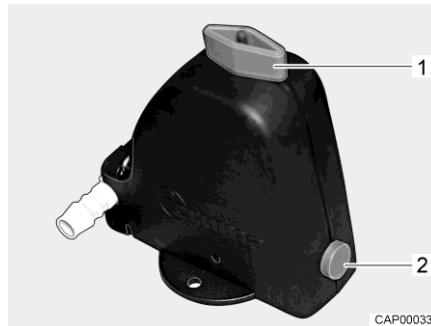
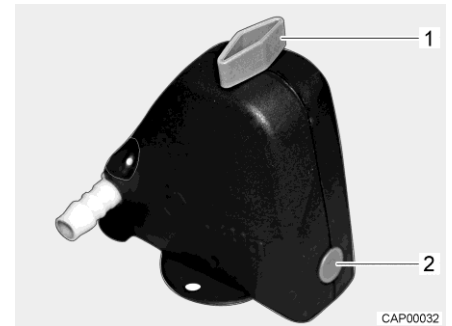

Bild 116 Säkerhets-/avtappningsventil öppen
Bild 117 Säkerhets-/avtappningsventil stängd
- Stäng säkerhets-/avtappningsventilen. Ställ vredet (Bild 116,1) diagonalt mot säkerhets-/avtappningsventilen och tryck in tryckknappen (Bild 116,2). Den stängda säkerhets-/avtappningsventilen visas i Bild 117. Vid temperaturer lägre än 6 °C kan säkerhets-/avtappningsventilen inte stängas.